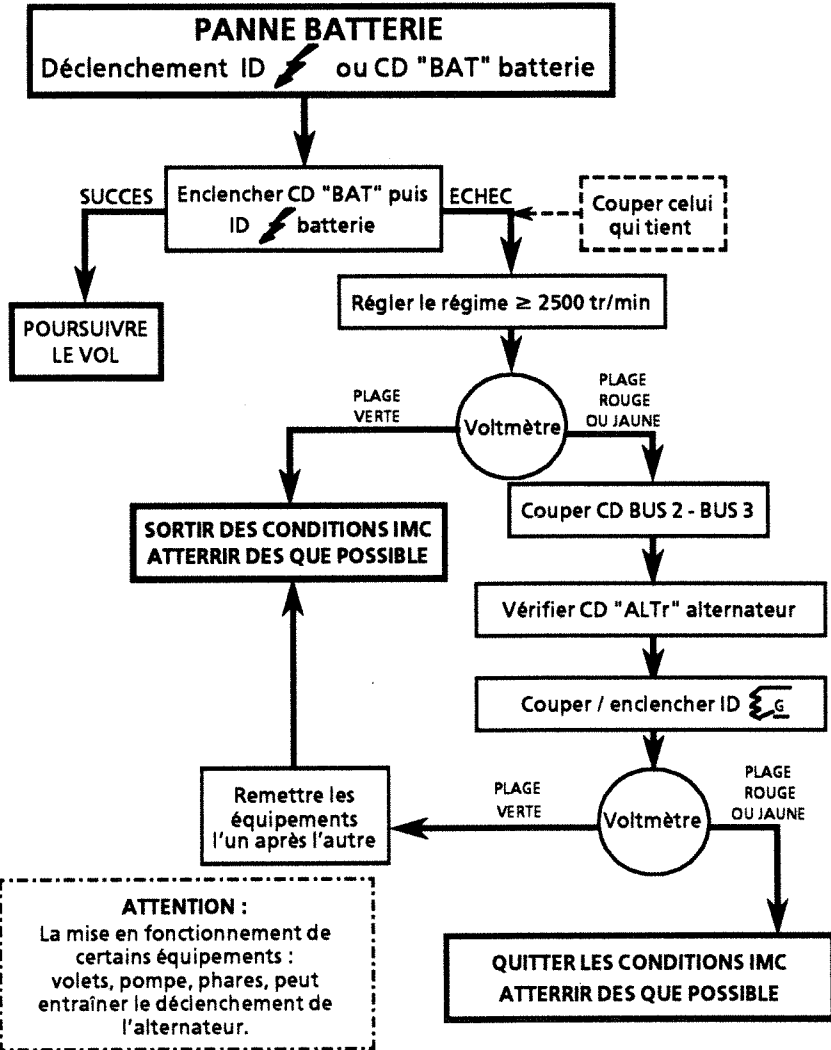

Figure 3.2 - ORGANIGRAMME PANNE BATTERIE
**PANNE BATTERIE (Voir Figure 3.2)**